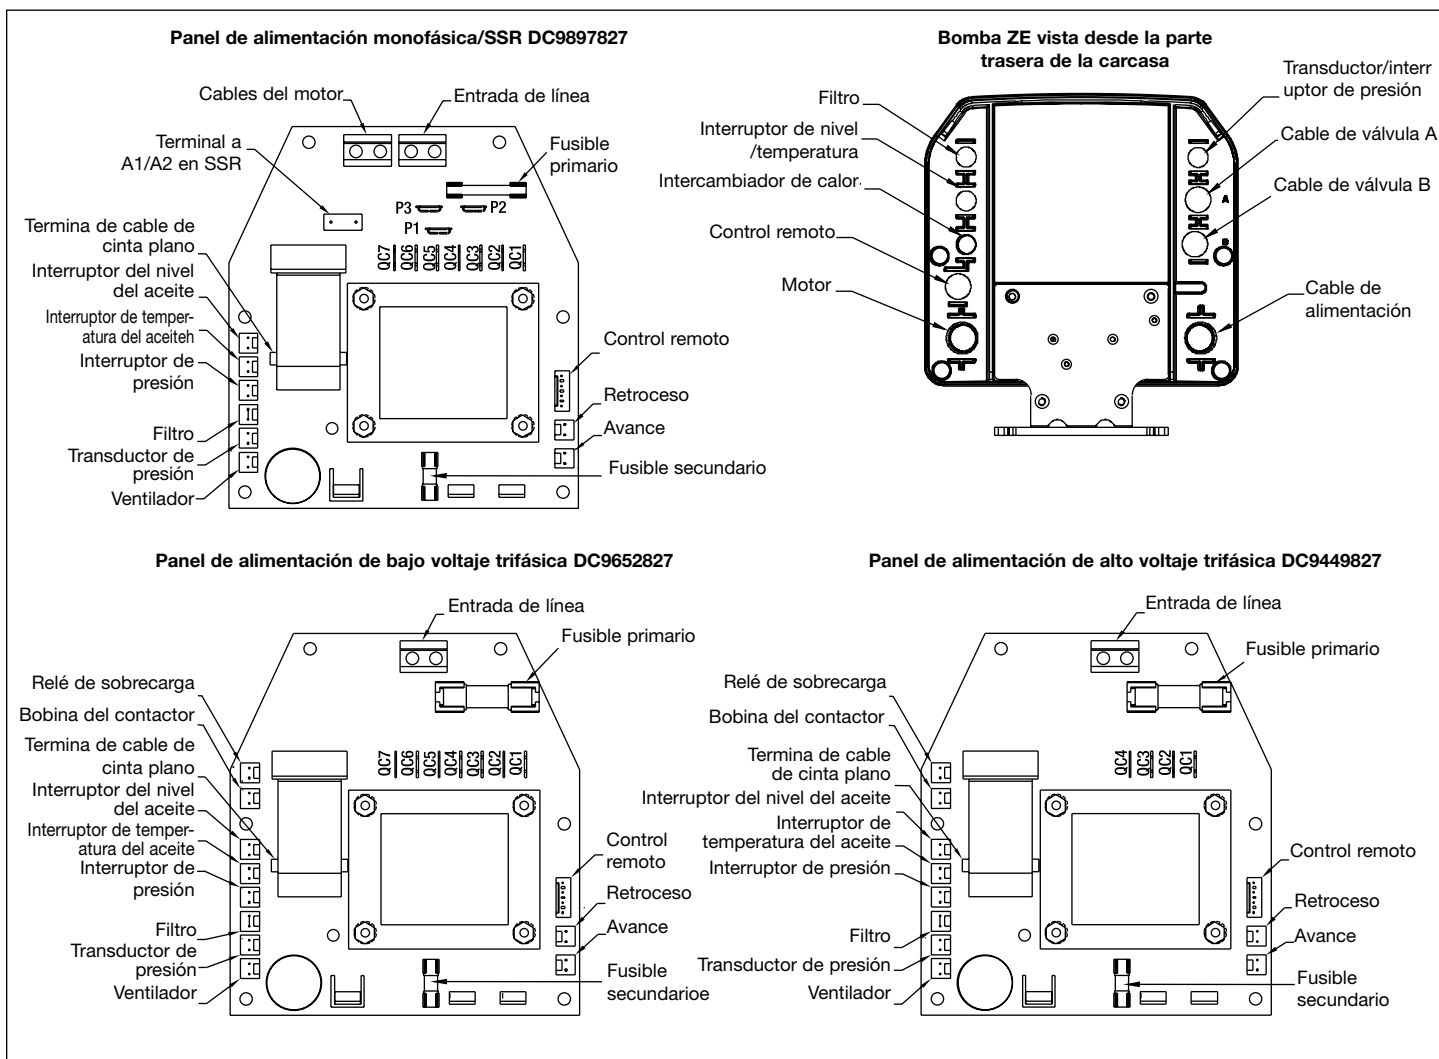

Figura 10, Configuración del panel de alimentación
El transductor de presiones, el termopermutador, el interruptor de presiones, el interruptor colgante/a pedal y los solenoides (A) y (B) de las válvulas se proporcionan con los conectores que los enchufan a las clavijas adecuadas que se encuentran en el panel del suministro eléctrico (Figura 10).
Desconectar la unidad de la alimentación antes de abrir la caja eléctrica. Retirar la mitad del LCD y un pequeño tapón para orificio del panel posterior. Pasar el cable a través del panel posterior, conectar al panel de alimentación (véase figura 10) y asegurar la protección contra los tirones. Instalar la mitad de la funda.